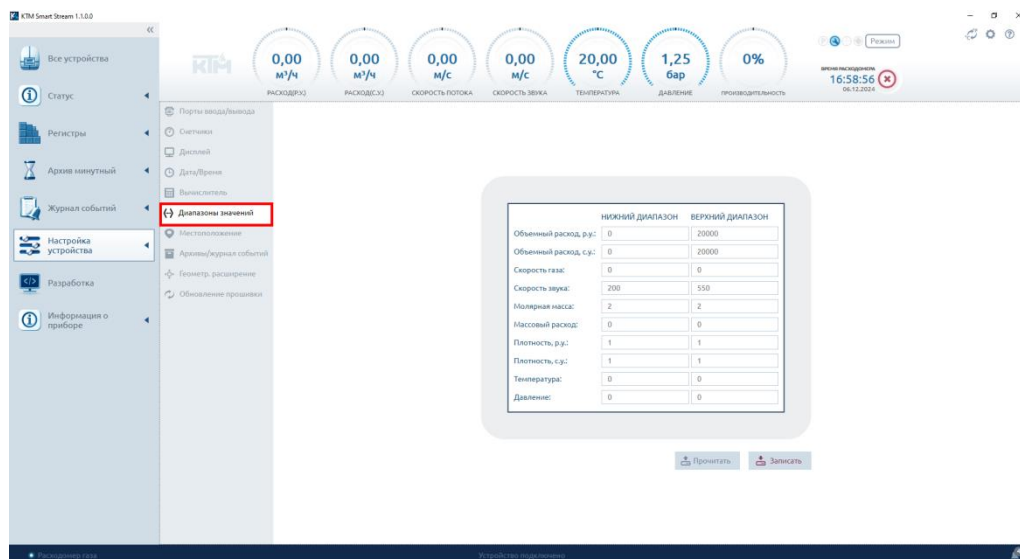

Рисунок 43– Вкладка «Диапазоны значений»
- Перейдите во вкладку «Диапазоны значений» (рисунок 43).